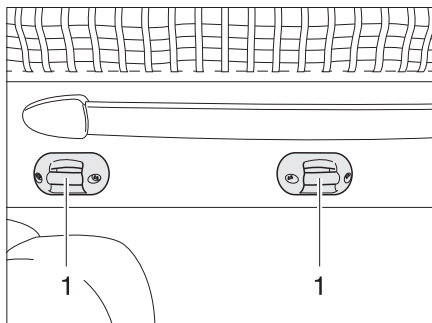

Bild 139 Halterung Aufstiegsleiter
- Die Aufstiegsleiter mit beiden Bügeln in die Krampen (Bild 139,1) am Hubbett einhängen.